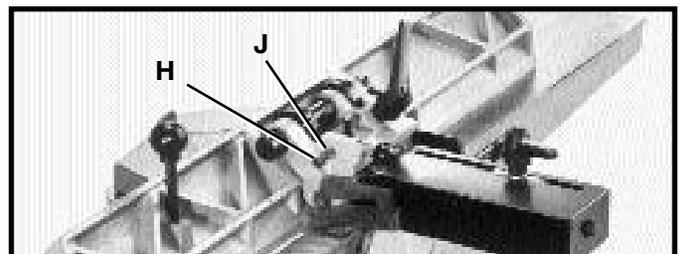

Fig. 54
10. Si resulta necesario realizar un ajuste, afloje la tuerca de cierre (H) Fig. 54 y gire el tornillo de ajuste (J) hasta que la guía quede inclinada a 45 grados hacia adentro. Apriete entonces la tuerca de cierre (H).